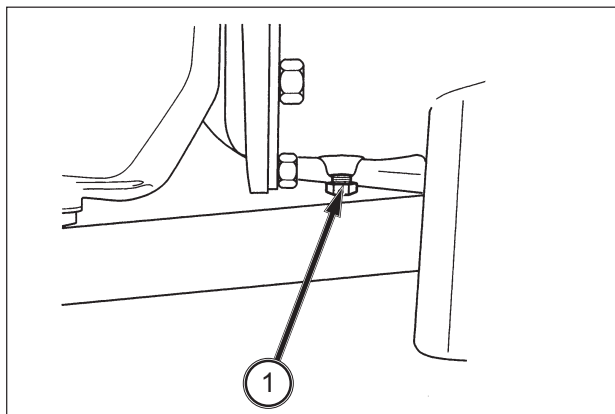

ABB. 158
**ABB. 158:** Einmal pro Jahr, oder wenn die Kupplung durchrutscht, muss der Verschlussstopfen (1) an der Unterseite des Kupplungsgehäuses entfernt werden. Wenn Öl aus der Dichtung der hinteren Kurbelwelle und/oder aus der Antriebswelle austritt, läuft es an dieser Stelle heraus. Wenden Sie sich bei einem Ölleck an Ihren ISEKI-Händler.